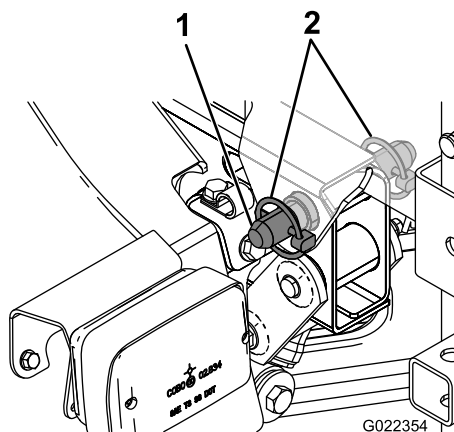

Figura 10
5. Aliniați găurile din consolele pivot din partea din spate a ansamblului saniei rezervorului cu găurile din tubul pivot al platformei de la capătul cadrului vehiculului (Figura 10).
6. Instalați un tift conic cu cap și gaură pentru cui spintecat și 2 tifturi de prindere pe consola pivot pentru a fixa ansamblul rezervorului pe cadrul (Figura 10).